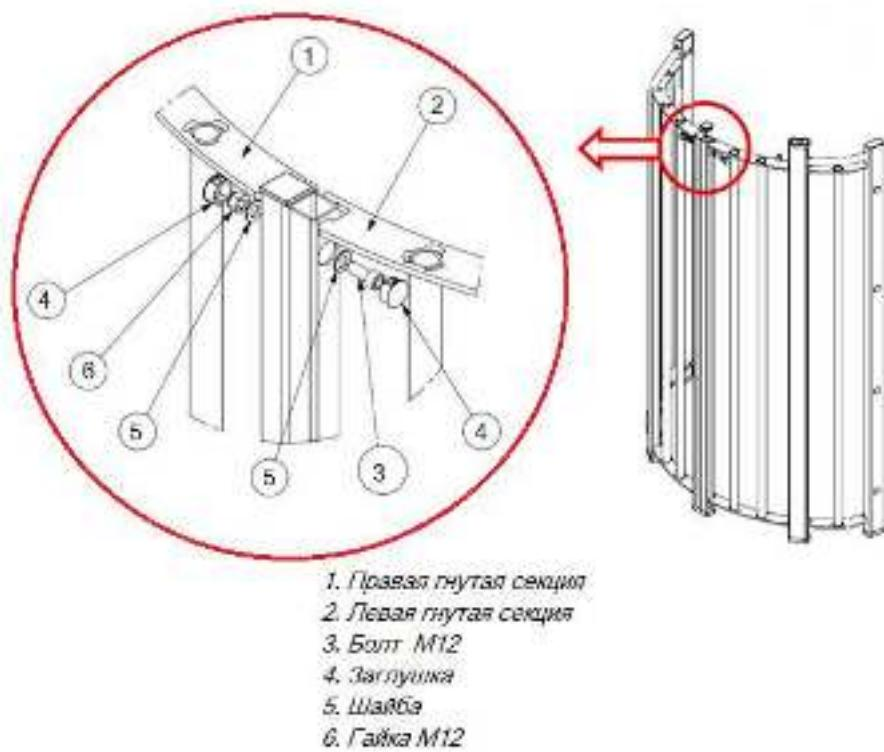

Рис. 7. Сборка неподвижной панели ограждения.
4.2.8. Соберите неподвижную панель ограждения турникета рис. 7. Установите ее на подготовленную площадку, предварительно пропустив в ее стойку кабели ПУ, кабель питания, кабели СКУД и ОПС к верхнему модулю.